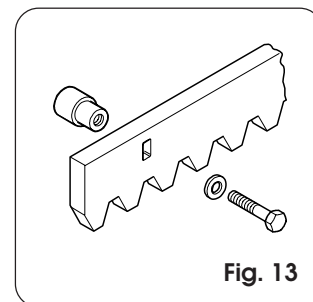

Fig. 13
4.8.1. Crémaillère en acier à souder (Fig. 13)